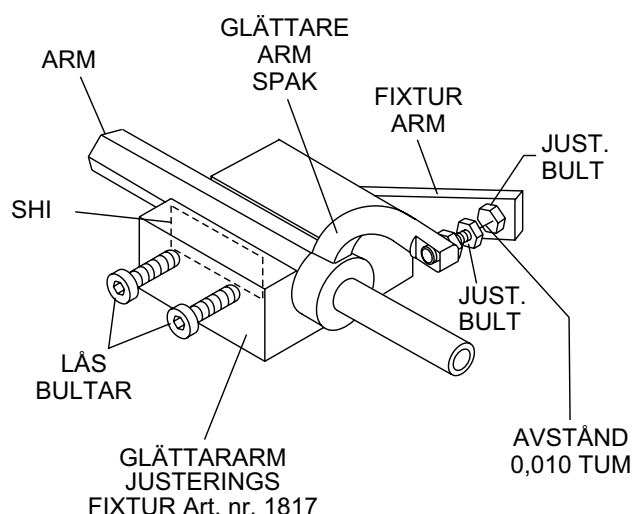

Bild 46. Fixturkomponenter för glättararmsjustering
3. Skruva loss låsbultarna på justeringsverktyget och placera glättararmen i fixturkanalen som visas på bild 46. Ett tunt mellanlägg kan krävas för att täcka bladhålen på glättararmen. Förvissa dig om att rikta in glättaranpassningsbulten med fixturanpassningsbulten.